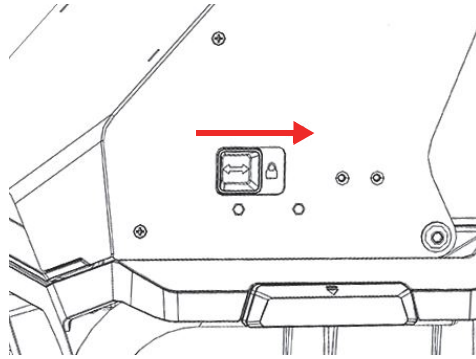

图 B-10 盖子的固定锁杆处于锁住的位置
1. 向右滑动固定盖子的锁杆，解锁舱盖（参见第121页的图 B-10）。